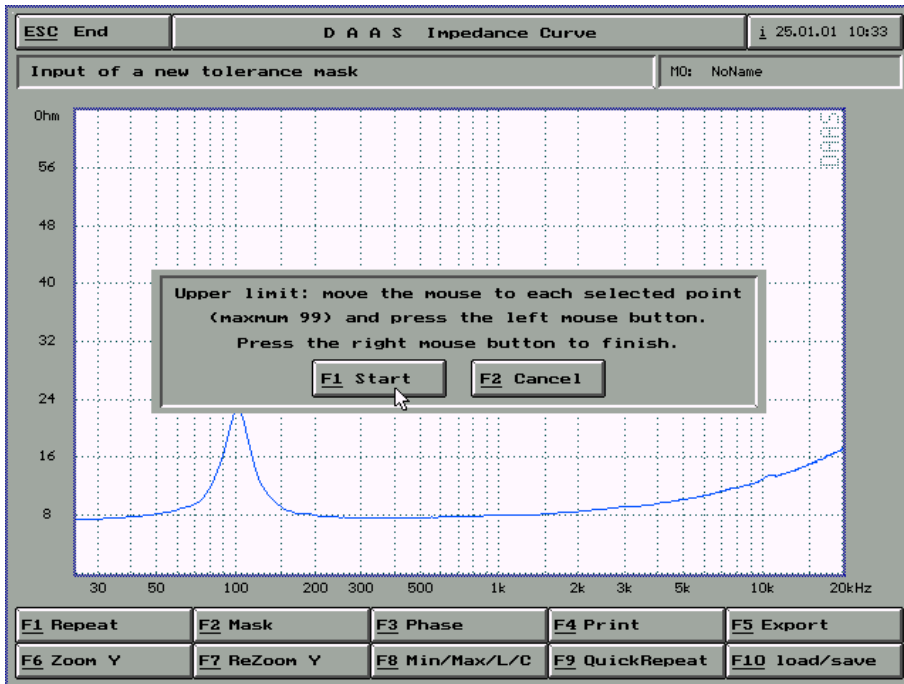

图 10-19
- 3) 点击F3-Enter new mask-出现如图10-19界面